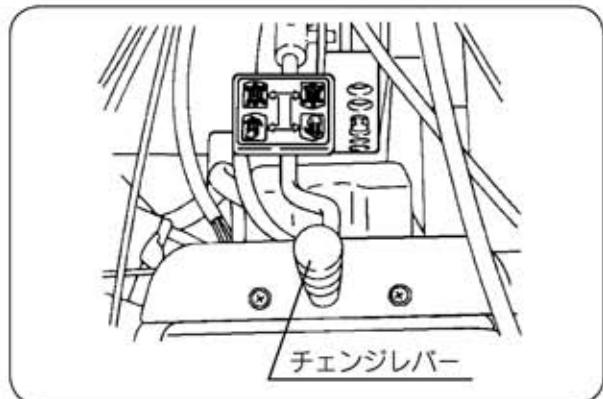

図11
① チェンジレバーを進行方向の位置にしてください。 (図11)